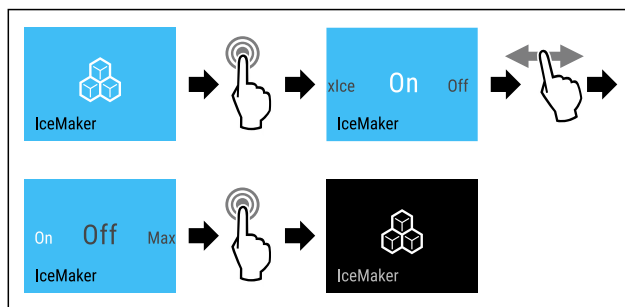

Fig. 20 Représentation à titre d'exemple de la fonction IceMaker active
- Suivre les étapes (voir Fig. 20) .